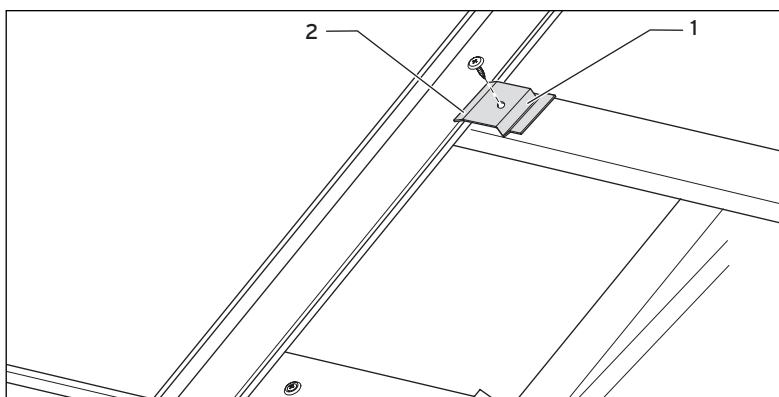

Рис. 4.14 Привинчивание плоских коллекторов
- Зафиксируйте трубчатые соединители скобами (3).
- Закрепите коллектор сбоку на обрешетине соответственно 4 входящими в объем поставки хомутами и винтами № 3 (ср. рис. 4.14).